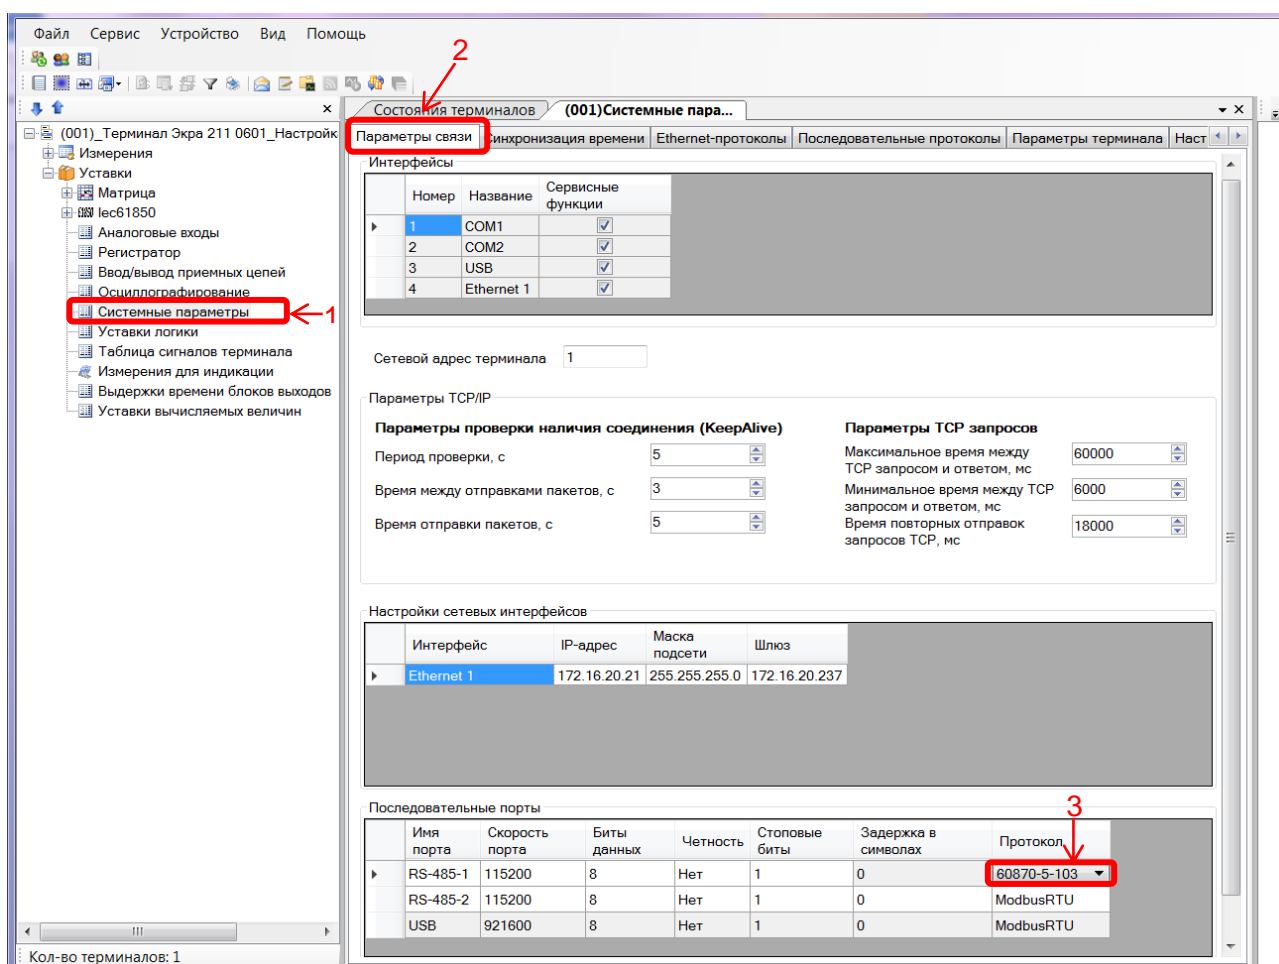

Рисунок 1 – Настройка параметров связи для протокола МЭК 60870-5-103
2.2.1 В «дереве» проекта программы АРМ-релейщика выбрать раздел **Уставки** → **Системные параметры** (см. рисунок 1, обозначение 1) и открыть окно, дважды щёлкнув мышкой на соответствующий пункт «дерева» проекта.
2.2.2 На вкладке **Параметры связи** (см. рисунок 1, обозначение 2) для соответствующего последовательного интерфейса в разделе **Последовательные порты** выбрать протокол МЭК 60870-5-103: 60870-5-103 (см. рисунок 1, обозначение 3).